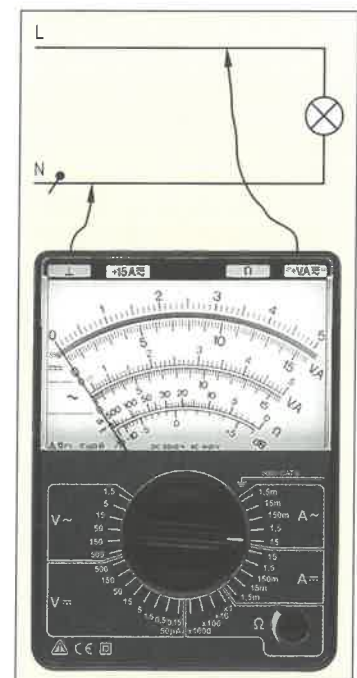

Bild 3: Messen an einer Leuchte
6. Nach dem Anschließen eines Messgerätes zur Spannungsmessung an einer Leuchte zeigte das Messgerät keine Spannung an (Bild 3). Vor der Messung war die Leuchte an. Beim Anschließen des Messgerätes war die Leuchte plötzlich aus. Geben Sie eine Erklärung für dieses Verhalten.